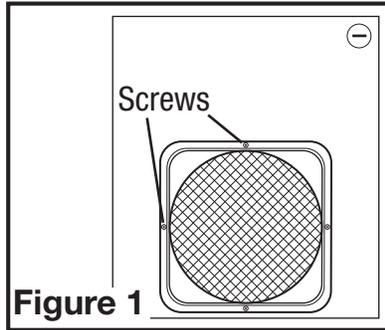

Figure 1
1. Remove the 4 screws holding the duct collar and gasket in place on the main unit. Save all these screws, the duct collar and gasket (**Figure 1**).
1. Retirez les 4 vis retenant le collier de conduit et le joint en place sur l'unité principale. Conservez toutes ces vis, le collier de conduit et le joint (**Figure 1**).